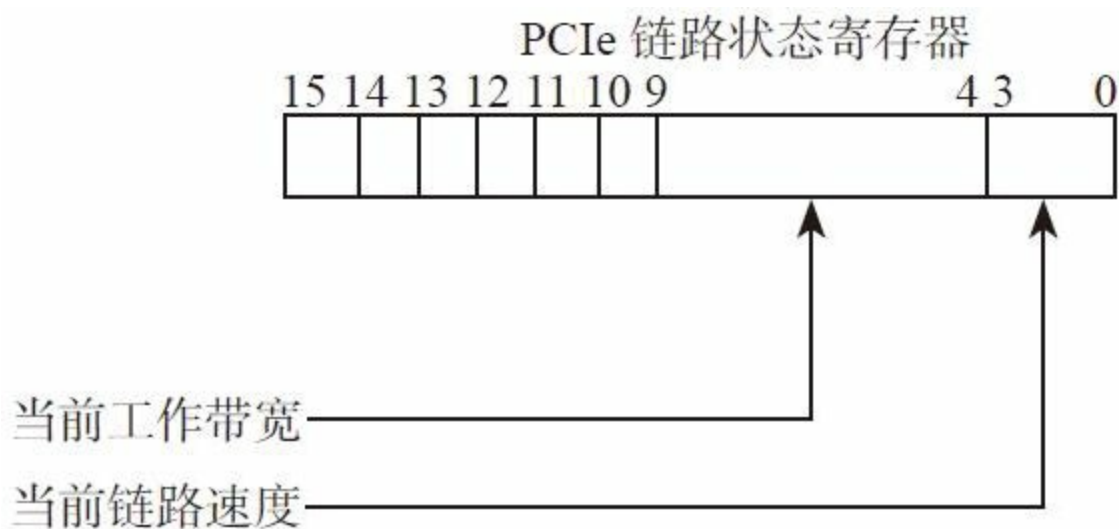

图7-22 PCIe Link Status Register
4) 开机，检查你的PCIe SSD被OS识别到（过程中可能会提示安装驱动），检查Link Status Register确定link状态是Gen3x4，如图7-22所示。